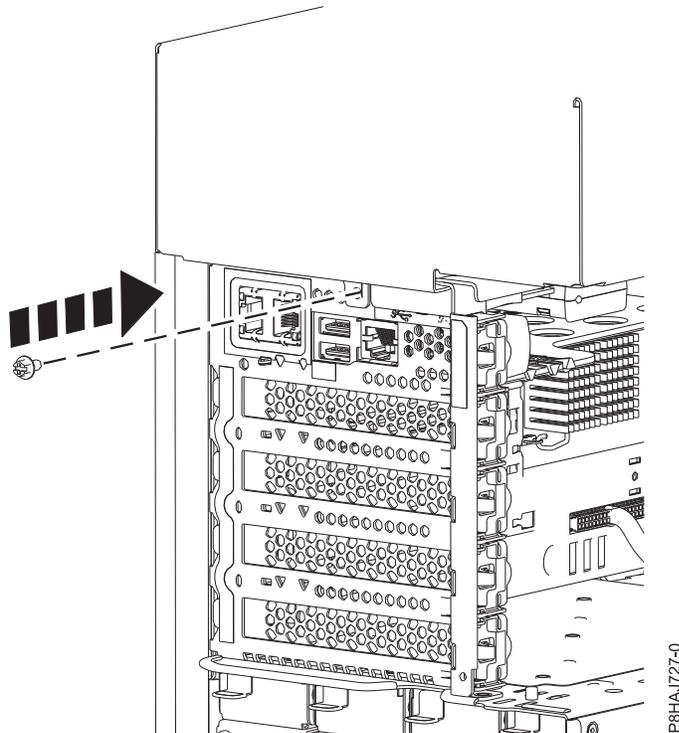

Abbildung 87. Anbringen der Schraube der Seitenabdeckung bei einem eigenständigen System vom Typ 8286-41A
5. Bringen Sie die hintere Schraube der Seitenabdeckung mit einem Kreuzschlitz-Schraubendreher an (siehe Abb. 87 auf Seite 116).